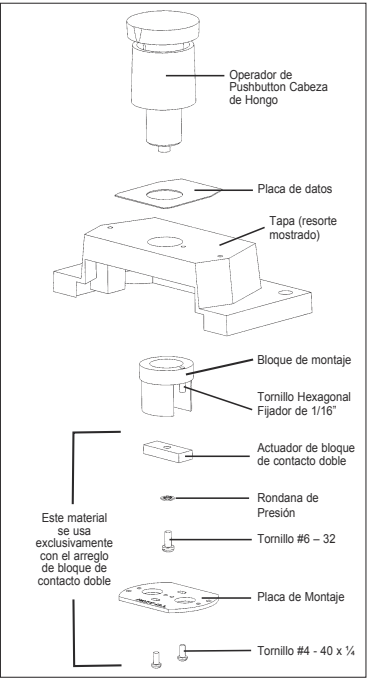

Figura 6. Ensamble de Operador de Pushbutton Cabeza de Hongo de Acción Momentánea
- Asegure el bloque de montaje al interior de la tapa. Oriente el bloque de montaje de tal forma que los bloques de montaje queden en la posición deseada. Vea figura 2. Este paso permitirá que el bloque de contacto este en la posición correcta. Enrosque firmemente el tornillo fijador el cual asegurara el botón de acción momentánea (pushbutton) a la tapa. Vea figura 6.
- Asegure el bloque de montaje al interior de la tapa. Oriente el bloque de montaje de tal forma que los bloques de montaje queden en la posición deseada. Vea figura 2. Este paso permitirá que el bloque de contacto esté en la posición correcta. Enrosque firmemente el tornillo fijador el cual asegurará el botón de acción momentánea (pushbutton) a la tapa. Vea figura 6. Utilizando un tornillo con cabeza fijadora de #6-32 x 5/16 y la rondana de presión, atornille el actuador doble de contacto al émbolo del ensamble del operador del botón de acción momentánea. Después, atornille la placa de montaje utilizando dos tornillos de cabeza fijadora dos #4-40 x 1/4 suministrados.